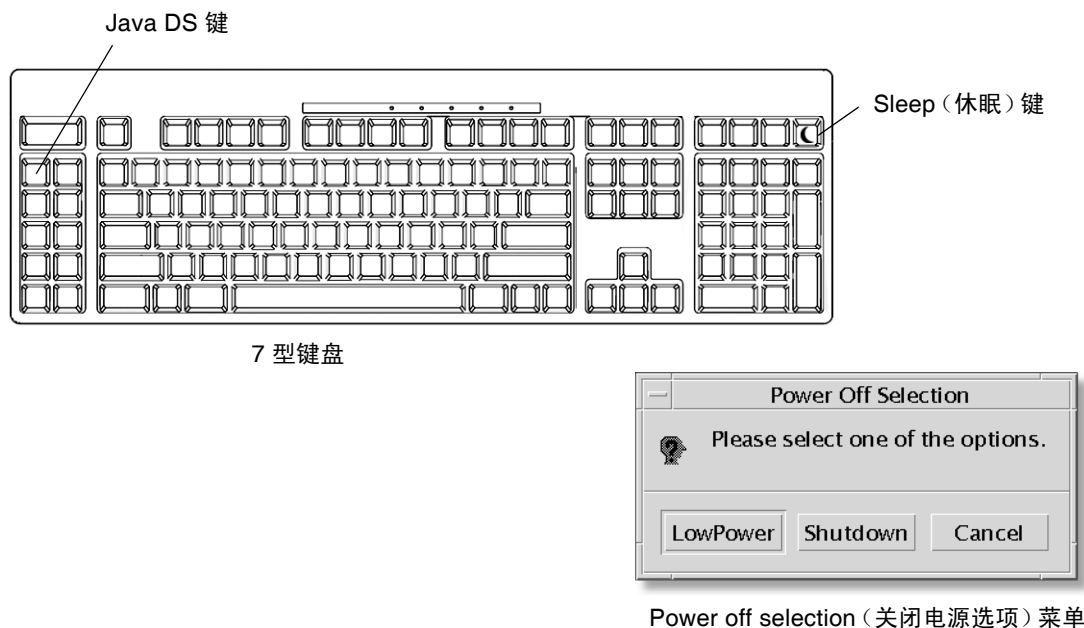

图 2-4 Sun USB 7 型键盘及其 Java DS 键、休眠键和 "Power Off Selection"（关闭电源选项）菜单
1. 按下 **Sun 7 型 USB 键盘** 上的 **Sleep**（休眠）键（图 2-4）。
注 - 您可以使用键盘的休眠键使工作站进入低能耗模式或关闭工作站电源。请参见图 2-4。